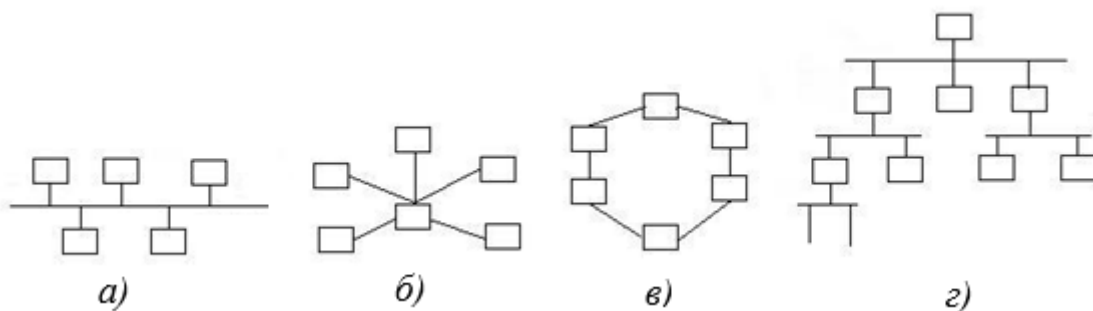

Рис. 4 Структура промышленных сетей
Вопрос 20. На рис. 4 выберите древовидную (иерархическую) структуру промышленной сети.
- 1) рис. 4а;
- 2) рис. 4б;
- 3) рис. 4в;
- 4) рис. 4г.